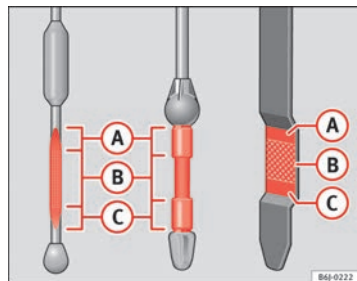

Fig. 133 Varilla de medición del nivel de aceite
- A continuación, vuelva a extraerla y compruebe el nivel de aceite → fig. 133. En caso necesario, reponga aceite del motor.